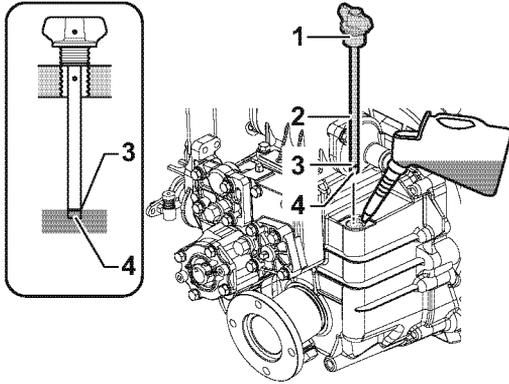

Figure 7
2. Togliere il tappo del bocchettone di riempimento (**Figure 7, (1)**) in cima all'alloggiamento.
3. Rimuovere l'asta di livello dell'olio (**Figure 7, (2)**) e pulirla con un panno pulito.
4. Reinscrivere l'astina fino in fondo senza avvitare. Vedere l'immagine (**Figure 7**).
5. Estrarre l'astina di controllo. Il livello dell'olio deve essere compreso tra la tacca superiore (**Figure 7, (3)**) e la tacca inferiore (**Figure 7, (4)**) dell'asta di livello.
3. Riempire di olio fino al limite superiore (**Figure 7, (3)**) dell'asta di livello. Vedere *Specifiche dell'olio per l'invertitore a pag. 49*.